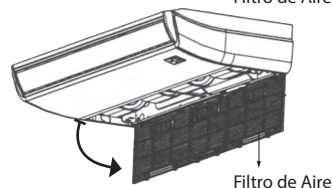

FIG. 6-2
• Saque el filtro de aire. (Consulte Fig.6-2).
• Vuelva a instalar el filtro de aire en orden inverso al de la Fig. 6-2.